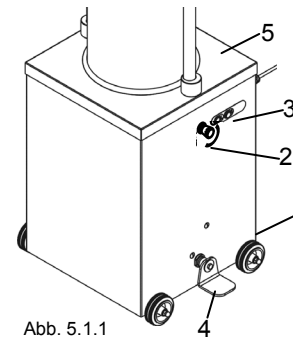

Abb. 5.1.1
- Einschalttaste "3" (Abb. 5.1.1) drücken.
Den 16 Ampere-Stecker (nicht dabei) mit dem Speisekabel "1" der Maschine verbinden (Abb. 5.1.1) und dann das Kabel an einer Steckdose, die mit geeignetem Differentialschalter ausgestattet ist, anstecken. Bei der Drehstromversion muss man die Drehung überprüfen und zwar auf folgenderweise:
1. die hintere Schutzverkleidung "5" Abb. 5.1.1. abnehmen.
2. Den Differentialschalter in Pos. "I" bringen, dann Einschalttaste "3", Abb. 5.1.1 drücken und dann das Pedal; gleichzeitig die Motordrehrichtung überprüfen (siehe Pfeil auf Elektromotor).